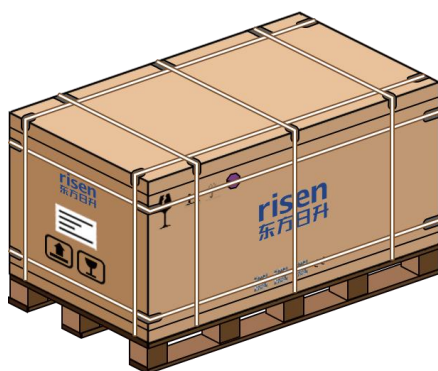

Figura 5-1 Almacenamiento temporal en el almacén de la planta
- No apile más de 1 módulo (humedad <85 % de HR, temperatura en el rango de -40 °C a +50 °C). Vea la figura 5-1.